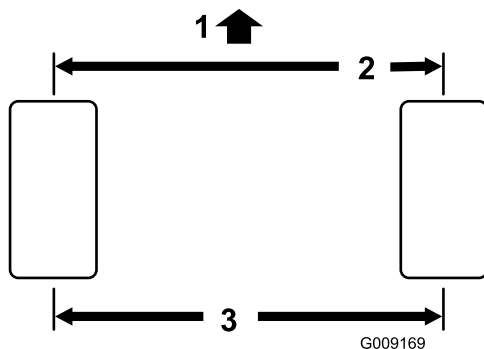

Figura 65
2. Mida la distancia entre centros (a la altura del eje) en la parte delantera y trasera de los neumáticos de dirección (Figura 65).